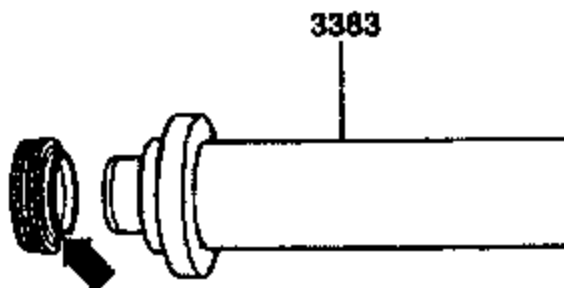

图 8-117 安装油封到专用工具上
(1) 检查壳体内油封座，必要时返修。在油封的外沿和唇口涂上 ATF 液。
(2) 如图 8-117 所示，把油封套到压块 3383 上，油封上凸起的唇口（箭头）应指向工具。